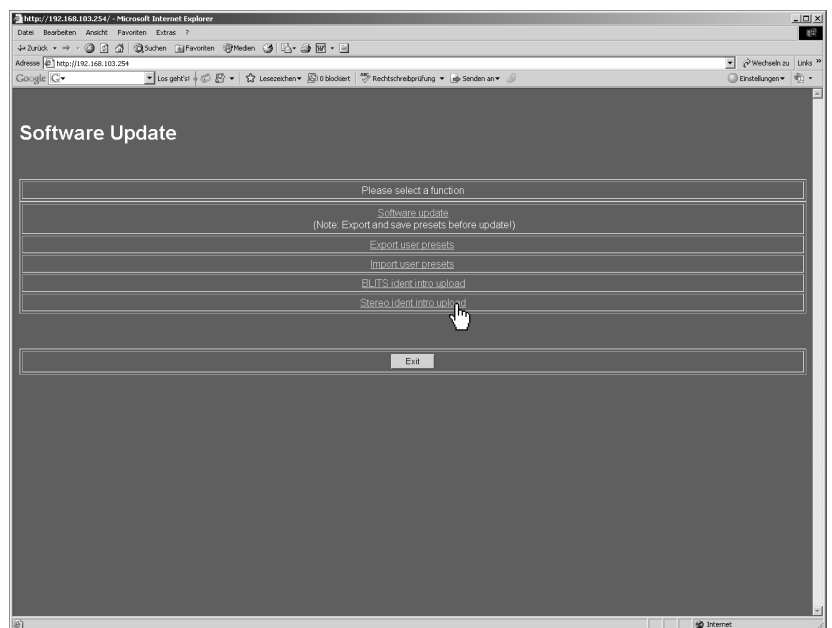
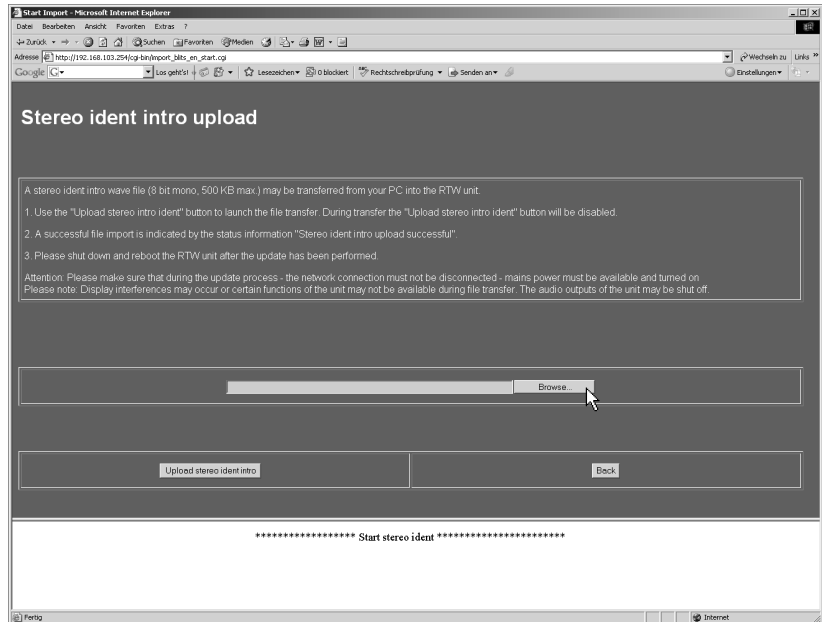
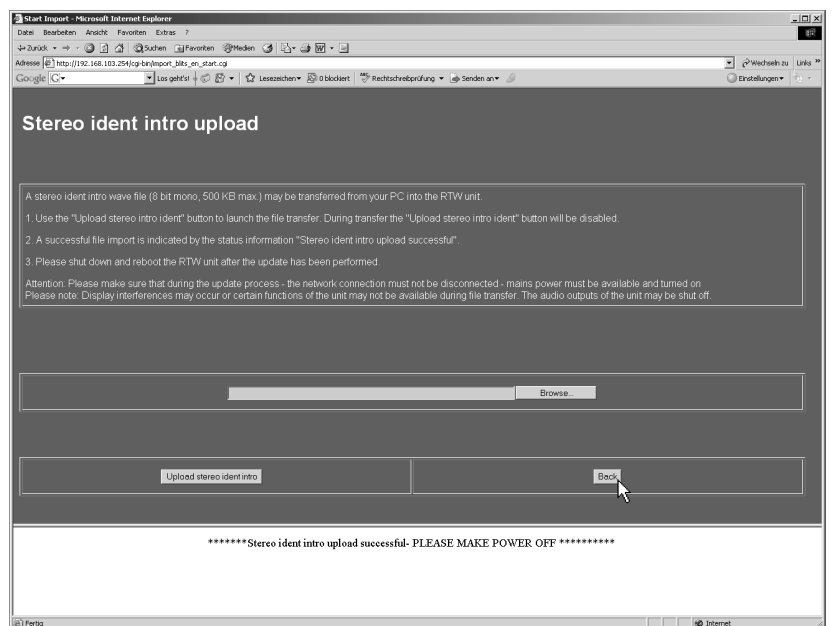

Bild 8-31: Anzeige des Software-Update-Programms in einem Internet-Browser
Bild 8-32: Anzeige der „Stereo ident intro upload“-Seite („Durchsuchen“)
Bild 8-35: Ende des Hochladens der Intro-Datei
2. Im Browser-Fenster erscheint das Software-Update-Programm des SurroundMonitor (siehe Bild 8-31). Wählen Sie „Stereo ident intro upload“. **Beachten Sie bitte die Hinweise auf der „Stereo ident intro upload“-Seite** (siehe Bild 8-32).
3. Klicken Sie auf die Schaltfläche „Durchsuchen“ (siehe Bild 8-32).
6. Wenn die Meldung „Stereo ident intro upload successful - PLEASE MAKE POWER OFF“ erscheint, ist das Hochladen der Intro-Datei abgeschlossen (siehe Bild 8-35). Zur Aktivierung des Intros für die Stereo-Kanalidentifikation ist ein Neustart des SurroundMonitor erforderlich.
7. Klicken Sie auf die Schaltfläche „Back“ (siehe Bild 8-35), um auf die Startseite (siehe Bild 8-31) zurück zu kehren, und klicken Sie auf „Finish“, um das Update-Programm zu verlassen.